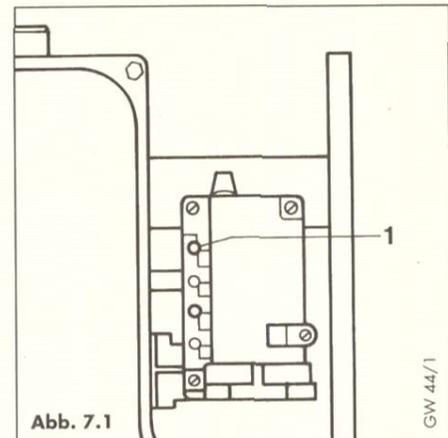

Abb. 7.1
- Dichtungsschraube des mit „PE“ gekennzeichneten Anschlußdruck-Meßstutzens (1; Abb. 7.1) 2 bis 3 Umdrehungen lösen.
#### Legende zu Abb. 7.1